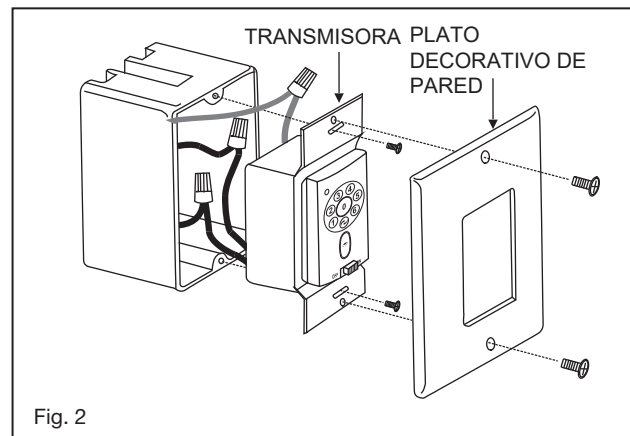

Fig. 2
- 3 Sujete el ensamblaje de la cuchilla al motor con los tornillos provistos y las arandelas de seguridad. Repita el procedimiento para las cuchillas restantes (Fig. 2). ¡Asegúrese de que los tornillos estén apretados! Los tornillos flojos del motor pueden contribuir al zumbido innecesario durante la operación.
- 7 Luz de señalización (Fig. 2)